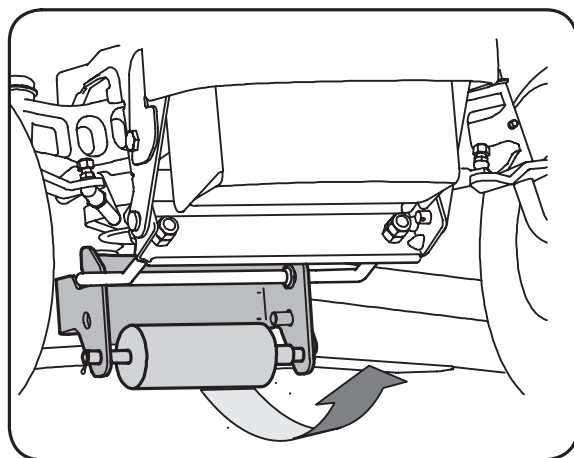

Figure 6-6
9. Glissez lentement le plateau de coupe vers l'avant du tracteur pour que les crochets se détachent d'eux-mêmes de la tringle de stabilisation du plateau de coupe. Voir la Figure 6-6.